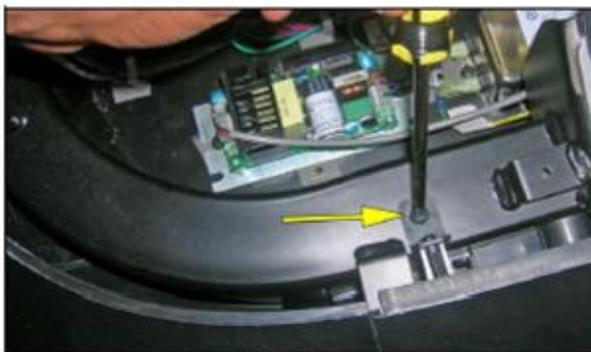

Рис. 5
2. Снимите винты, которые находятся **внутри левой и правой верхней** накладки (рис.5).